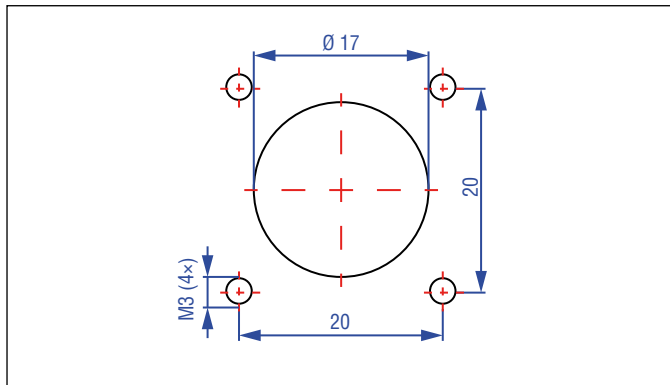

Abb. 53: Montageausschnitt für den M12-Vierkant-Flanschstecker »W«
- Setzen Sie den Kontaktträger in der gewünschten Einbaulage in die Flanschplatte ein, bis er einrastet. Beachten Sie dabei die Nase am Kontaktträger und die beiden Öffnungen am Flanschstecker. Die Abmessungen zur Befestigung des Flanschsteckers am Zylinder sind in Abb. 53 dargestellt.